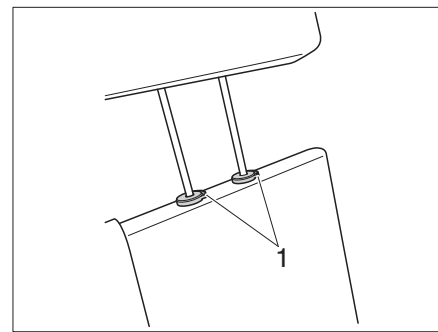

Fig. 18 Reposacabezas banco (Variante 2)
- Pulsar los dos botones de seguridad (Fig. 18,1) y ajustar o desmontar el reposacabezas.